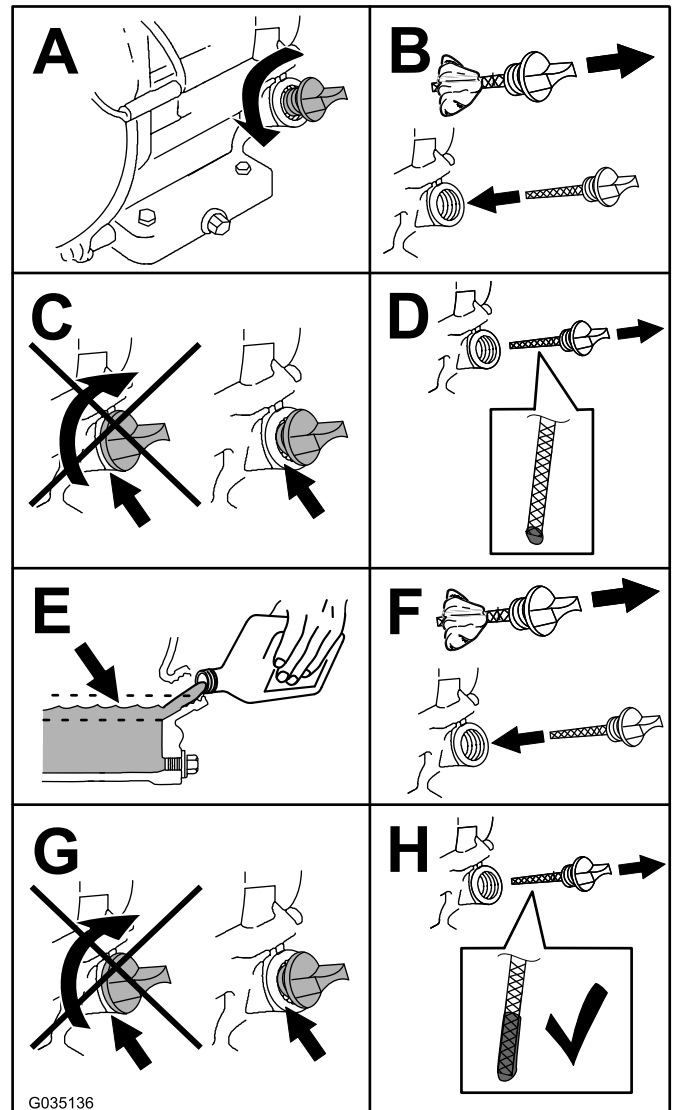

Figure 24
5. Contrôlez le niveau d'huile comme montré à la Figure 24.